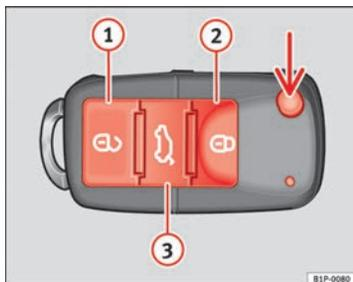

Abb. 45 Tastenbelegung
Mit der Taste ⇒ Abb. 45 (Pfeil) der Fernbedienung wird der Schlüsselbart ausgeklappt.
Fahrzeug entriegeln  ⇒ Abb. 45 ①.
Fahrzeug verriegeln  ⇒ Abb. 45 ②.
Heckklappe entriegeln. Die Taste  ⇒ Abb. 45 ③ betätigen, bis alle Blinkleuchten am Fahrzeug kurz aufleuchten. Nach Drücken der Entriegelungstaste  ③ können Sie die Heckklappe innerhalb von 2 Minuten öffnen. Nach Ablauf dieser Zeit wird die Heckklappe wieder verriegelt.
- Drücken Sie die Taste  **2** ⇒ Abb. 45 auf der Funk-Fernbedienung.
- Drücken Sie die Taste  **1** ⇒ Abb. 45 auf der Funk-Fernbedienung.